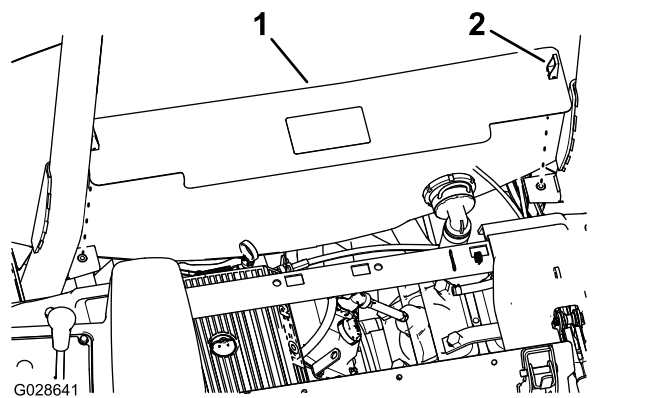

Figure 13
2. Desserrez les 2 attaches qui fixent la protection située derrière le siège sur le châssis et déposez la protection de la machine (Figure 13).